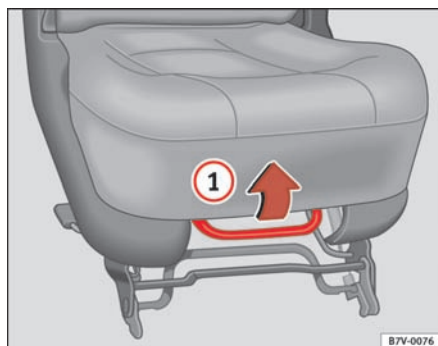

Fig. 90 Indstilling af sædet i længderetningen
- Træk armen ⇒ fig. 90 opad i pilens retning, og hold den der.